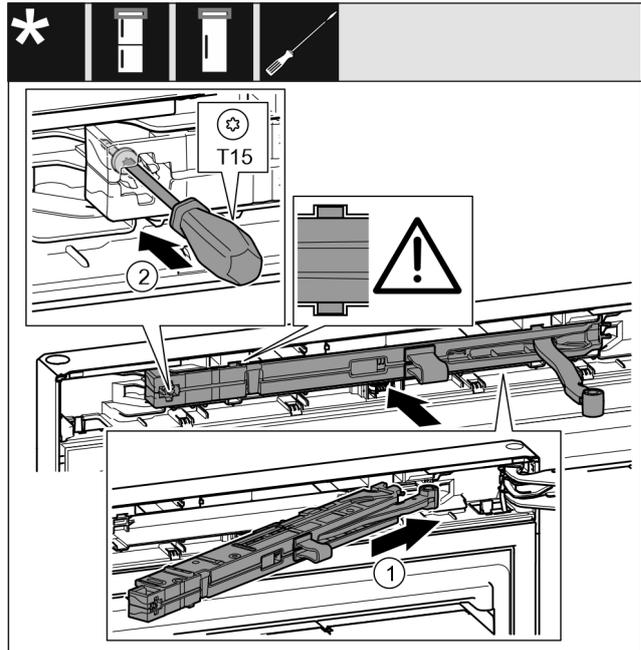

Fig. 29
- Вставьте узел амортизатора закрывания двери Fig. 29 (1) в выемку со стороны опорного кронштейна под наклоном до упора.
- Затяните винт Fig. 29 (2) отверткой.